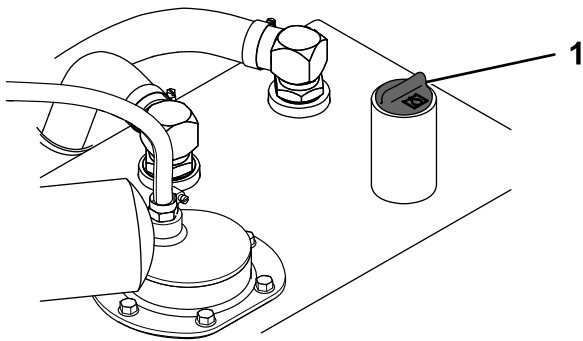

Figura 80
6. Limpie la zona alrededor del cuello de llenado del depósito de fluido hidráulico (Figura 80).